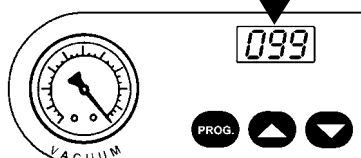

Fig. 3B
- d) Régler la fonction "VAC" sur le panneau de commandes à une valeur comprise entre 3 et 5 (versions électromécaniques), (Fig. 3A) 99% (versions numériques avec capteur) (Fig. 3B)